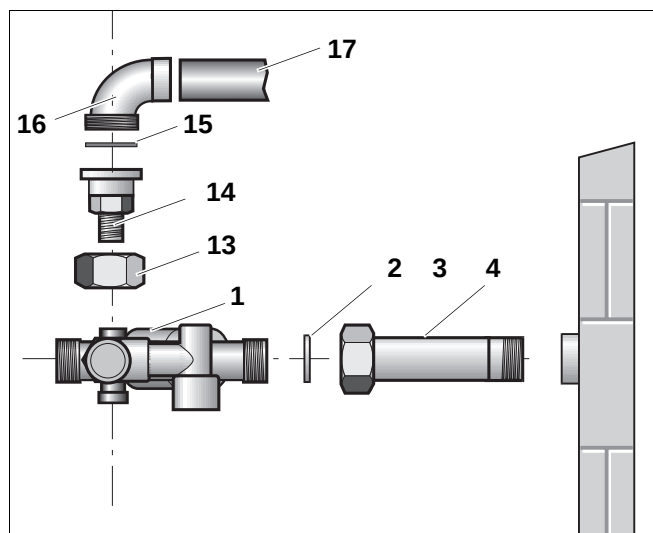
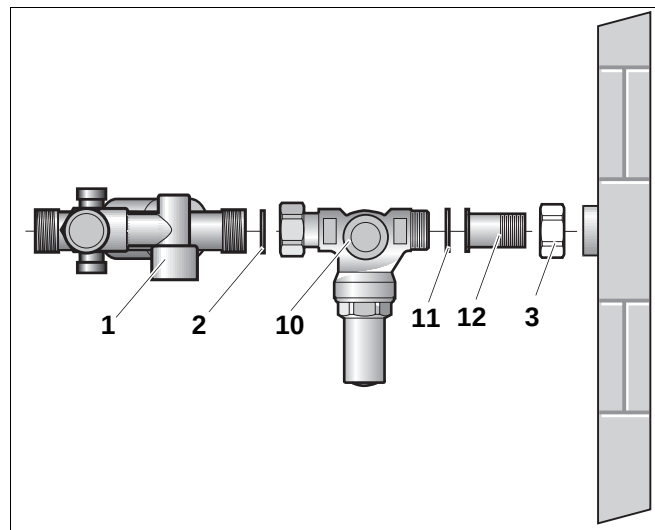

Abb. 34 Zirkulationspumpenanschluss
Abb. 35 Druckminderer U-DM (Unterputzmontage als Beispiel)
- Oberen Kunststoffstopfen am Rückflussverhinderer mit Absperrventil (Abb. 34, Pos. 1) herausdrehen.
- Mutter (Abb. 34, Pos. 13) über Reduziernippel G $\frac{1}{4}$ selbstdichtend (Abb. 34, Pos. 14) stecken.
- Reduziernippel G $\frac{1}{4}$ selbstdichtend (Abb. 34, Pos. 14) in den oberen Anschluss einschrauben.
- Winkel (Abb. 34, Pos. 16) mit Zirkulationsleitung (Abb. 34, Pos. 18) verlöten.
- Reduziernippel (Abb. 34, Pos. 14) mit Mutter (Abb. 34, Pos. 13) und Dichtung (Abb. 34, Pos. 15) mit Winkel (Abb. 34, Pos. 16) verschrauben.
Der Druckminderer (Abb. 35, Pos. 10) wird anstelle des Schraubnippels (L = 122 mm) (Abb. 34, Pos. 4) vor der Sicherheitsgruppe (Abb. 35, Pos. 1) eingebaut. Auf der Eingangsseite wird die Überwurfmutter (Abb. 34, Pos. 3) der Sicherheitsgruppe verwendet.
- Schraubnippel mit Überwurfmutter (Abb. 35, Pos. 12) in den Kaltwasseranschluss eindichten.
- Kurzen Schraubnippel (Abb. 35, Pos. 12) mit Überwurfmutter (Abb. 35, Pos. 3) und Dichtung (Abb. 35, Pos. 2) an den Druckminderer anschrauben.
- Druckminderer mit Überwurfmutter (Abb. 35, Pos. 10) und Dichtung (Abb. 35, Pos. 2) an die Sicherheitsgruppe (Abb. 35, Pos. 1) anschrauben.